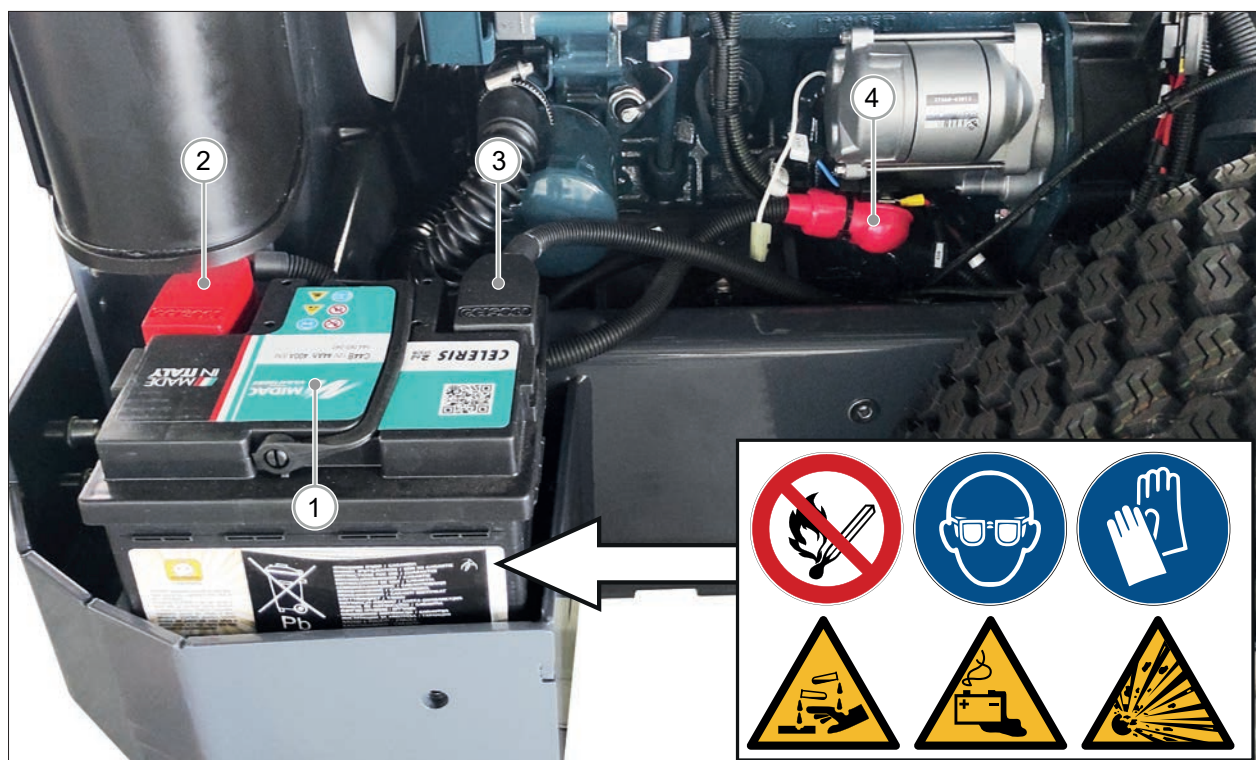

РИС. 48
- Аккумулятор (РИС. 48 Сс. 1) не поврежден, утечки отсутствуют.
- Проверьте клеммы аккумулятора (РИС. 48 - Сс. 2 - 3) на предмет следов утечек, коррозии или повреждений.